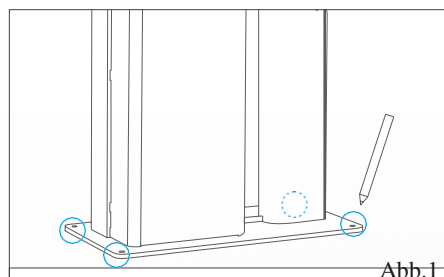

Abb.1
- 2 Positionieren Sie die Fahrradreparaturstation auf dem vorbereiteten Fundament und übertragen Sie die Bohrungen mit einem wasserfesten Stift (Abb. 1).